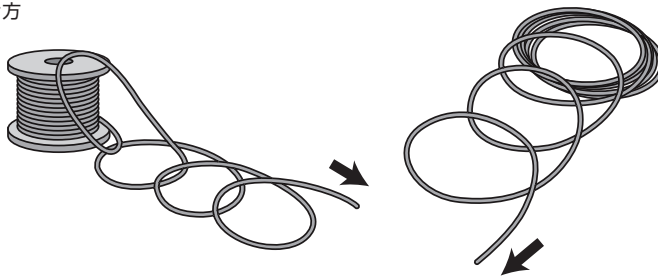
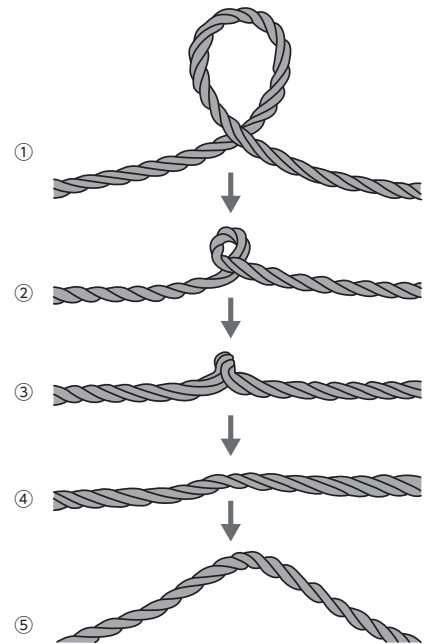

図5-3 ワイヤロープの解き方
図5-4 ワイヤロープのキンクの発生過程
「普通よりロープ」は、1より(1ピッチ)の長さが短く、素線の方向がロープの中心線にほぼ平行です。耐摩耗性と耐疲労性では、「ラングよりロープ」に比べて劣りますが、よりが締まってキンク(図5-4参照)しにくく、取り扱いが容易であることから、一般には普通よりロープが使われています(主に作業索に使用、写真5-1)。
ワイヤロープを解くときは、コイルを転がして伸ばすか、回転台にコイルを載せて回転させて引き出します(図5-3)。誤った解き方をすると、よりが入ったり戻ったりして、キンクが起こり(図5-4)、使えなくなるがあるので注意が必要です。
キンクはワイヤロープにとっては致命傷となる損傷です(図5-4)。キンクが起きた部分は、見た目には元に戻ったように見えても弱点として残ります。張力がゆるんだ部分が自然に図5-4の①のようになったらワイヤロープに回転しようとする力が生まれています。これを放置して張力をかけると②③④のようにキンクが発生させます。
①の状態のねじれを解消した後には張力をかけることでキンク発生を防ぐことができます。普通よりのロープでも誤った解き方でねじれが入っているとキンクが生じやすくなります。